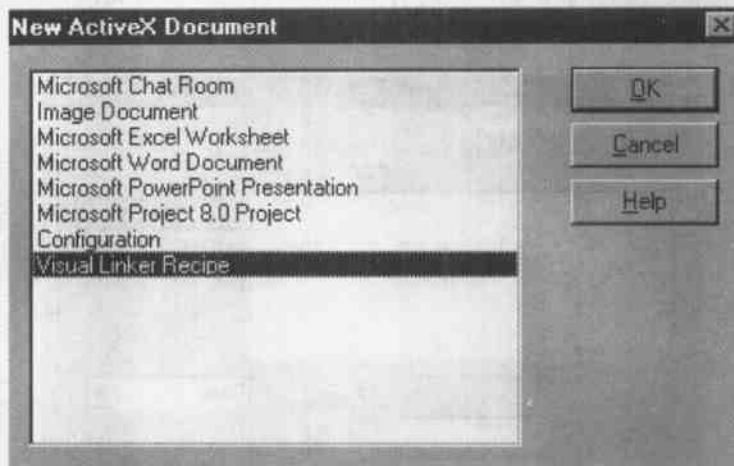

图 3.3 ActiveX 类型文档对话框
- (1) New→Source File 建立一个新的源文件,包括扩展名为 \*.c、\*.asm、\*.h、\*.cmd、\*.gel、\*.map 和 \*.inc 等文件。
- (2) New→DSP/BIOS Configuration 建立一个新的 DSP/BIOS 配置文件。
- (3) New→Visual Linker Recipe 打开一个 Visual Linker Recipe 向导。
- (4) New→ActiveX Document 在 CCS 中打开一个 ActiveX 类型的文档(如 Microsoft word 或 Bitmap 等),当单击该命令后,将打开如图 3.3 所示的对话框。